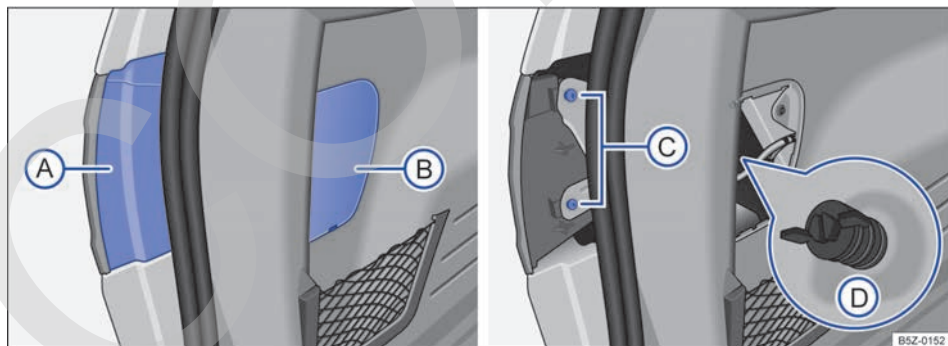

Fig. 176 En la carrocería: A y B cubiertas para desmontar la luz, C tornillos de fijación a la carrocería, D tornillo mariposa (fragmento ampliado).
3. Desmonte con cuidado la cubierta **(A)** → fig. 176 de la parte superior.
5. Retire los tornillos de fijación → fig. 176 **(C)**